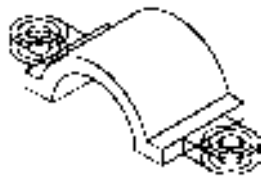
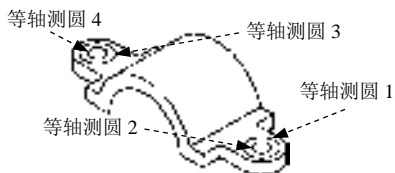
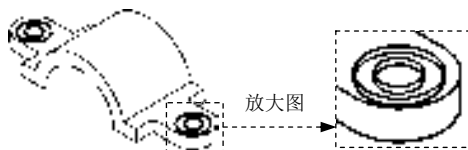

图 12.2.11 绘制直线(二)
图 12.2.12 修剪直线
图 12.2.13 删除等轴测圆
Step8. 绘制直线并修剪图形。选择下拉菜单 绘图(D) → 直线(L)命令，通过绘制构造线与捕捉象限点，绘制图 12.2.11 所示的直线；用 修改(M) → 修剪(T)命令对图 12.2.11 进行修剪，结果如图 12.2.12 所示。
Step9. 复制图形。选择 **修改(M)** \rightarrow **复制(C)** 命令，选取图 12.2.12 所示的等轴测圆 1、等轴测圆 2、等轴测圆 3 和等轴测圆 4 为复制对象，向正下方拖动光标，输入位移值 2 后按 Enter 键，结果如图 12.2.13 所示。
Step10. 用 **修改(M)** \rightarrow **修剪(S)** 命令对图 12.2.13 进行修剪，同时删除等轴测圆 2 和等轴测圆 4，结果如图 12.2.14 所示。